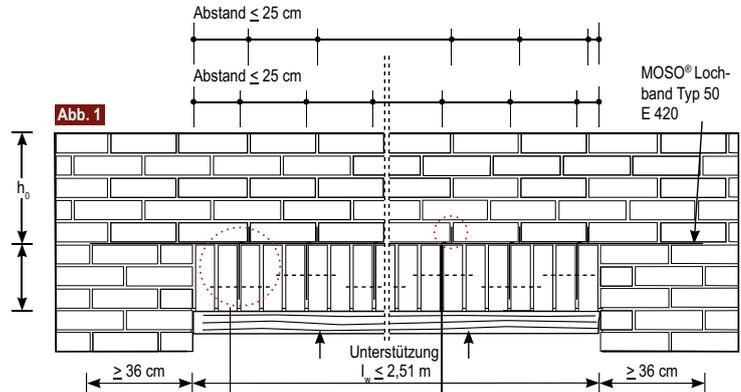

Abb. 2
- Blechenden der Lochbandbügel über dem MOSO®-Lochband umbiegen (siehe Abb. 2)